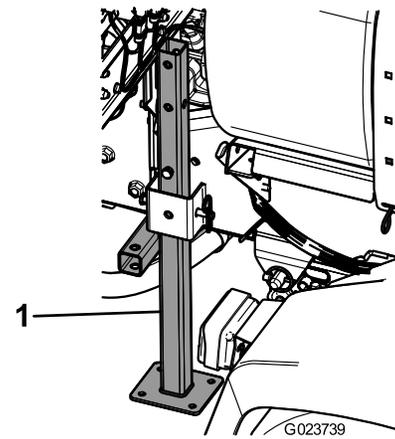

Рисунок 41
3. Вставьте задние подъемные опоры снизу вверх, в раму, рядом с задними точками крепления (Рисунок 41).